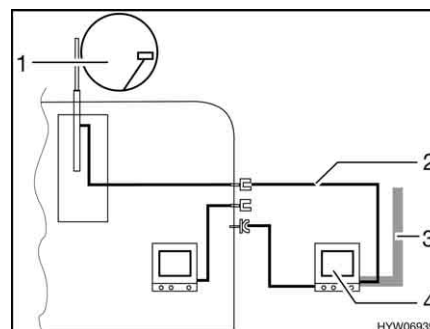

Fig. 177 TV dans l'auvent
- TV dans l'auvent (Fig. 177,4) : Raccord à l'antenne sur le toit (Fig. 177,1) avec câble d'alimentation (Fig. 177,2)
- TV dans l'auvent (Fig. 177,4) : Raccord à l'antenne extérieure (Fig. 177,3)